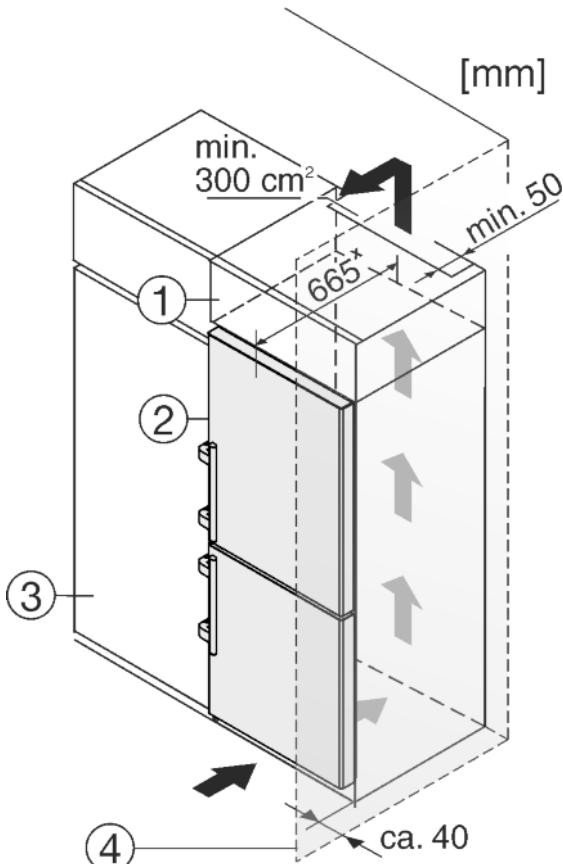

Fig. 25
(1) Колонна на столешнице
(2) Устройство
(3) Кухонный шкаф
(4) Стена
Устройство может быть окружено предметами кухонной обстановки. Чтобы уравнять устройство Fig. 25 (2) по высоте с кухонной стенкой, можно установить над устройством соответствующий дополнительный шкафчик Fig. 25 (1).
В комбинации с кухонными шкафами устройство можно устанавливать непосредственно рядом с кухонным шкафом Fig. 25 (3). Чтобы можно было полностью открыть двери, устройство должно выступать, как минимум, на 65 мм^x относительно передней стенки кухонного шкафа. В зависимости от глубины кухонных шкафов и использования пристенных распорок устройство может выступать и больше.
Если устройство установлено на шарнирах у стены Fig. 25 (4), то расстояние между устройством и стеной должно быть не менее 40 мм. Настолько выступает ручка при открытой дверце.